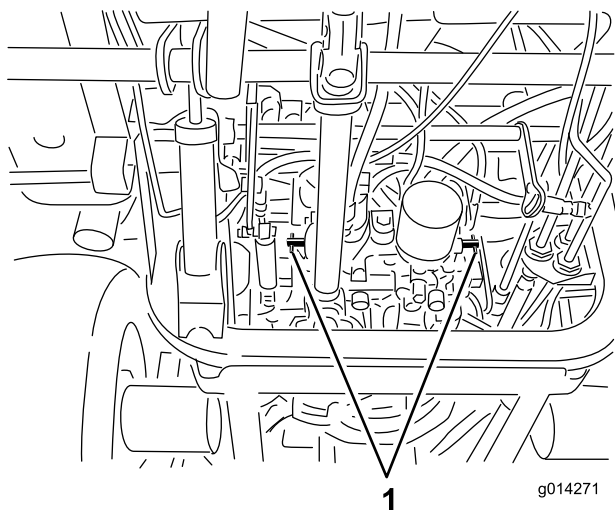

Рисунок 34
4. Поверните каждый перепускной клапан на 1 оборот против часовой стрелки (Рисунок 34).
Поверните каждый перепускной клапан на 1 оборот по часовой стрелке и затяните клапаны от руки (момент затяжки примерно 8 Н-м) (Рисунок 34).